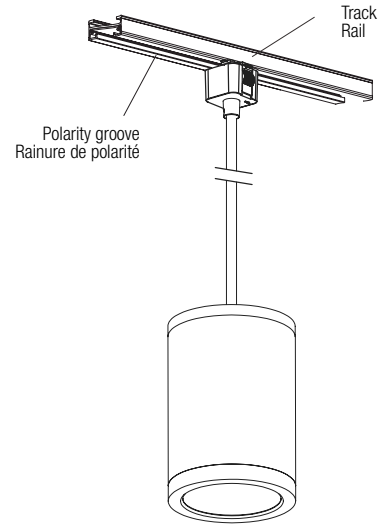

Fig. 3e
5. Apply power, installation is completed (Fig. 3e).
5. Mettre sous tension, l'installation est terminée (Fig. 3e).